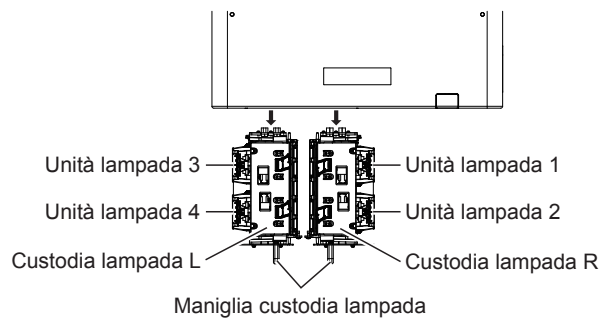

Fig. 3
- ii) Mantenere la maniglia della custodia della lampada sul lato dove è stata collegata l'unità lampada da sostituire e tirare indietro la custodia della lampada. (Fig. 3)